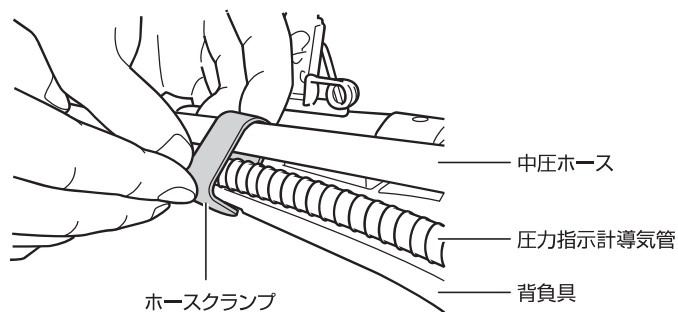

図 85 ホースクランプで挟む
4. 中圧ホースと圧力指示計導気管を、49 ページの「13-1. 背負具 (ハーネス) から調整器を取り外す」で外したホースクランプ (2箇所) にはさんで背負具につける。(図 85 参照)